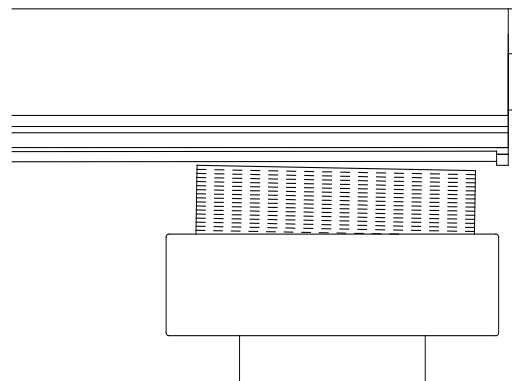

РИС. 34
3. Не перемещая подачу шлифовальной насадки, ослабьте Т-образную кнопку блокировки и отрегулируйте правосторонний регулятор установочной планки, пока шлифовальный круг *слегка* не коснется неподвижного ножа с внутренней стороны неизношенного острого конца. См. РИС. 34.